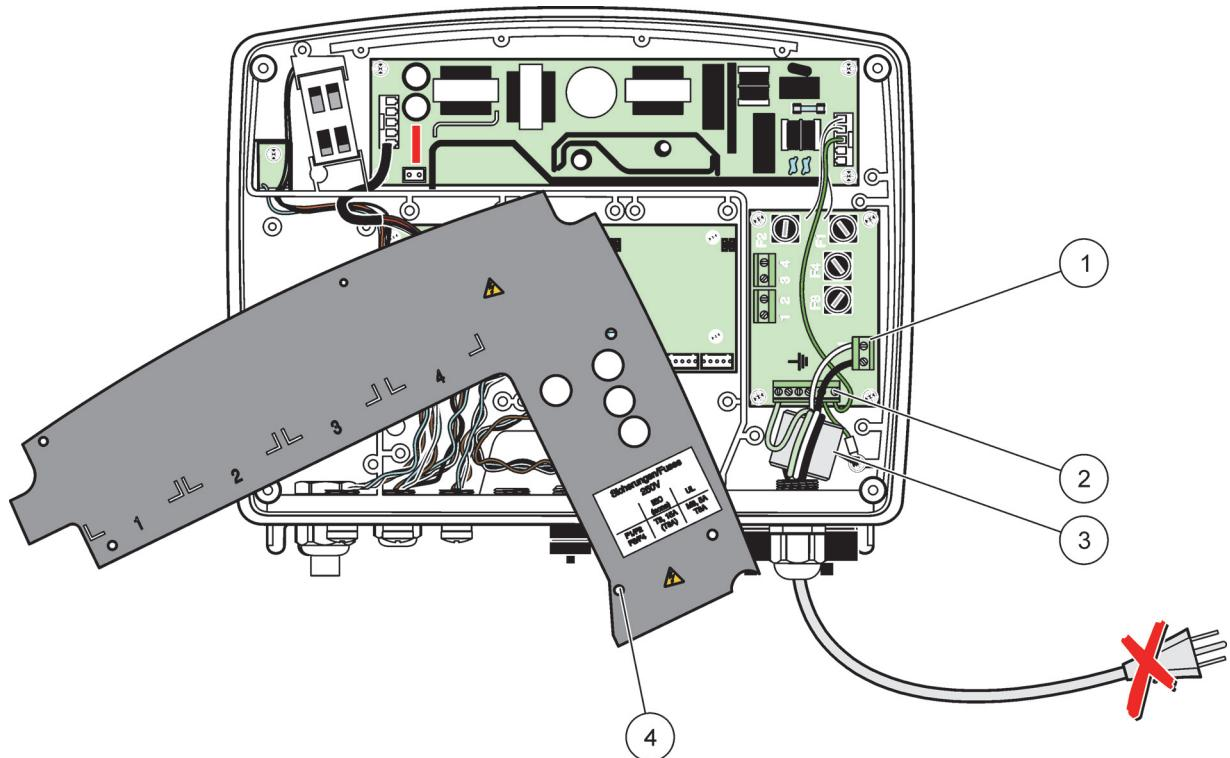
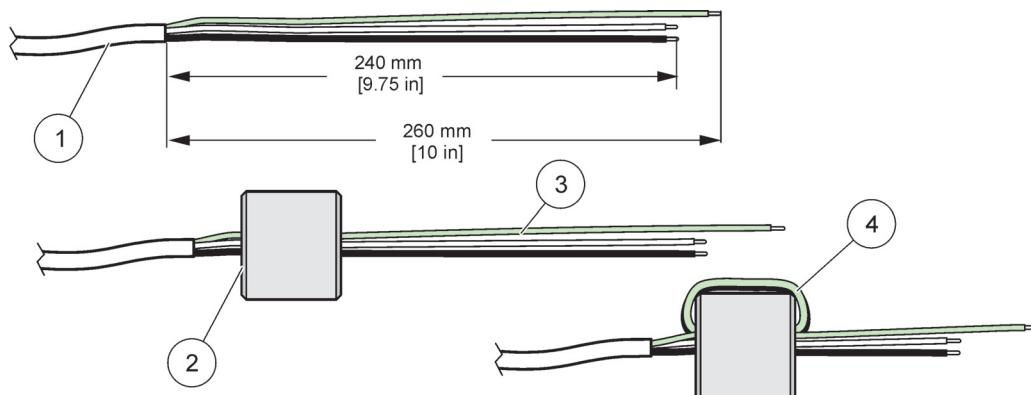

Рисунок 10 Разводка питания
Рисунок 12 Правильная подготовка провода и ферритового сердечника к монтажу электропроводки
6. Зачистите наружную изоляцию кабеля на 260 мм (10 дюймов) (Рисунок 12). Укоротите все провода, за исключением провода заземления до 20 мм (0,78 дюйма), так, чтобы длина кабеля заземления была на 20 мм (0,78 дюйма) больше, чем длина других кабелей.
7. Дважды протяните защищенный сетевой кабель через ферритовый сердечник (Рисунок 12) и подключите его к терминалу, как показано на Таблица 1 и Рисунок 10. Осторожно подергайте после каждого вставки провода, чтобы убедиться в надежности соединения.